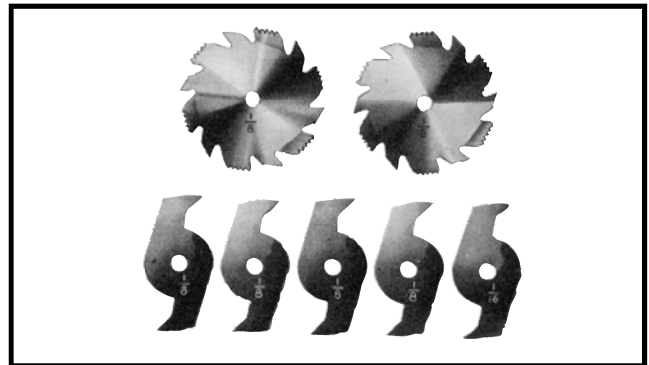
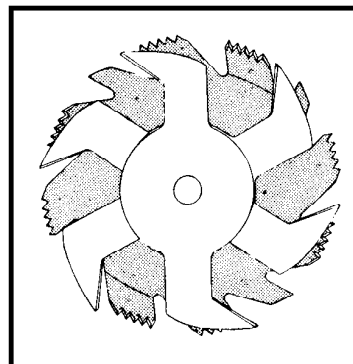
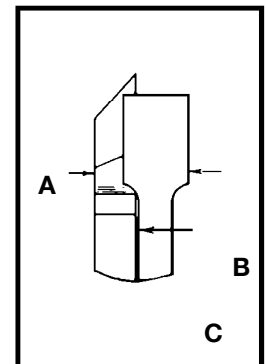

Fig. 52
Fig. 53
Fig. 54
1. Le rainurage consiste à couper une feuillure ou une rainure large dans la pièce. La plupart des ensembles à rainurer sont constitués de deux lames externes et de quatre ou cinq couteaux internes (fig. 52). De nombreuses combinaisons de lames et couteaux sont utilisées pour couper des rainures de 3,2 mm (1/8 po) à 20,6 mm (13/16 po) pour des étagères, pour réaliser des assemblages, tenonnage, rainurage, etc. Les couteaux sont très estampés et doivent être placés de sorte que cette partie estampée se trouve au niveau des dents des lames externes, comme le montre la fig. 53. La fig. 54 montre la superposition de la lame et du couteau (A) est la lame externe, (B) est un couteau interne, et (C) est un ou des joints en papier utilisés au besoin pour contrôler la largeur exacte de la rainure. Une rainure de 6,4 mm (1/4 po) est coupée à l'aide des deux lames externes. Les dents des scies doivent être positionnées de sorte que le rabot de l'une des lames se trouve à côté de la dent coupante de l'autre lame.